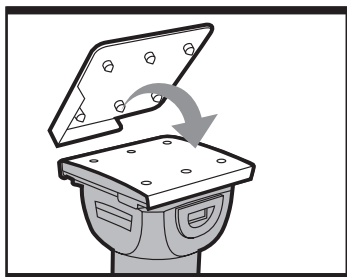

Fig 3
Si vous utilisez du papier abrasif sans trous pour la poussière, utilisez le perforateur (7) pour réaliser des trous afin de garantir la bonne évacuation de la poussière. Placez le perforateur par-dessus la semelle (8) avec les côtés à perforez sur les bords de la semelle (Voir Fig 3). Appuyez le perforateur sur la semelle pour percer des trous dans le papier abrasif. Puis retirez le perforateur et vérifiez que tous les trous ont été correctement formés.